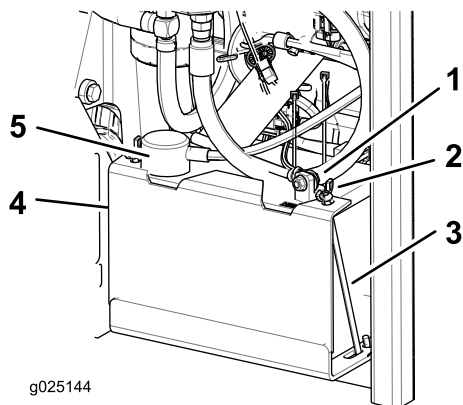

Figura 44
- Desconecte el cable negativo (negro) de la batería del borne negativo (-) de la batería (Figura 44).
- Retire la cubierta de goma roja del borne positivo (rojo) de la batería y retire el cable positivo (+) (Figura 44).
- Retire las tuercas de orejeta que sujetan los ganchos (Figura 44).
- Retire la abrazadera (Figura 44).
- Coloque la batería en la bandeja, con los bornes frente al depósito de aceite hidráulico (Figura 44).
- Fije los cables con 2 pernos, 2 arandelas, y 2 contratuercas (Figura 44).
- Instale la abrazadera y sujétela con las tuercas de orejeta y los ganchos (Figura 44).